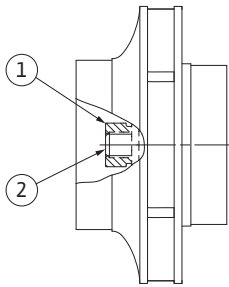

Fig. 52: Правильное положение гайки рабочего колеса после монтажа
29. Удерживая вал (см. операцию 24), затянуть гайку рабочего колеса с предписанным моментом (см. список «Таблица 11. Моменты затяжки винтов» на странице 243). Гайка (Fig. 52, поз. 1) должна располагаться заподлицо с концом вала (Fig. 52, поз. 2) с допуском  $\pm 0,5$  мм. Если это условие не выполняется, ослабить гайку и повторить операции 25 – 29.